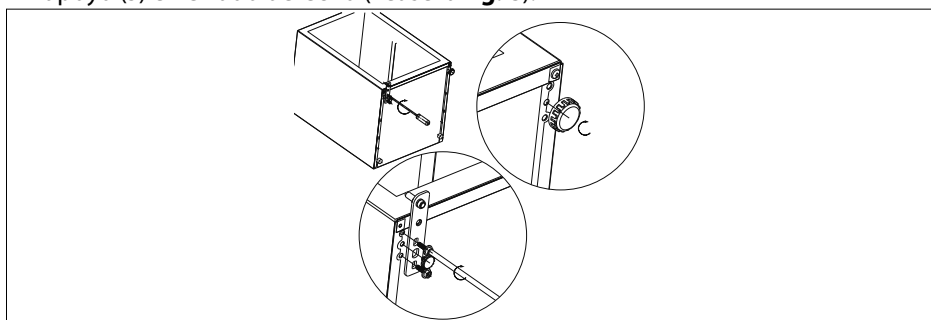

Fig. 8
- ▶ Gire la bisagra (5) y vuelva a insertar la espiga con la arandela de seguridad.
- ▶ Vuelva a atornillar la bisagra inferior (5) en el lado izquierdo. Enrosque el pie de apoyo (5) en el lado derecho (véase la **fig. 8**).